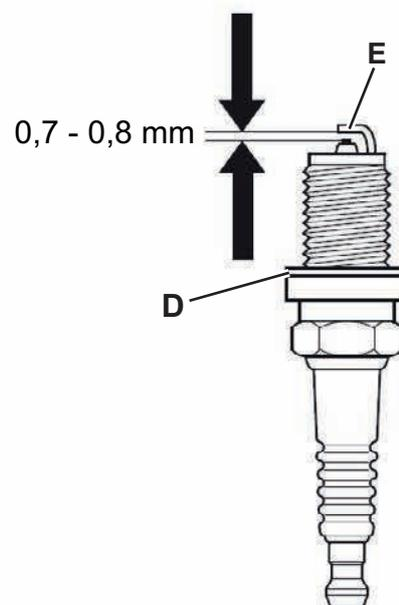

Figure 26
2. Tourner la clé de contact (51) sur « 0 ».
3. Ouvrir le coffre du compartiment moteur (19) et le bloquer à l'aide de la tige de sécurité (44).
4. Soulever et démonter le panneau latéral droit (31).
5. Enlever le capuchon de la bougie (A, Fig. 26) et éliminer la saleté autour de la zone de la bougie (B).
6. Enlever la bougie avec une clé adaptée (C).
7. Contrôler la bougie. La remplacer si elle est endommagée, très sale, si la rondelle d'étanchéité (D) est endommagée ou si l'électrode est usée.
8. Mesurer la distance entre les électrodes de la bougie avec une jauge d'épaisseur à fils. Régler la distance en pliant avec soin l'électrode latérale (E). La distance entre les électrodes doit être de 0,70 - 0,80 mm.